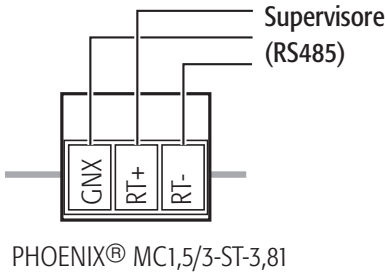

Fig. 3.17
- Comunicazione: Collegare gli estremi GNX, RT+ e RT- direttamente o mediante il convertitore CVSTDUMORO al sistema di supervisione (controllore pCO, plantvisor) (Fig. 3.17).